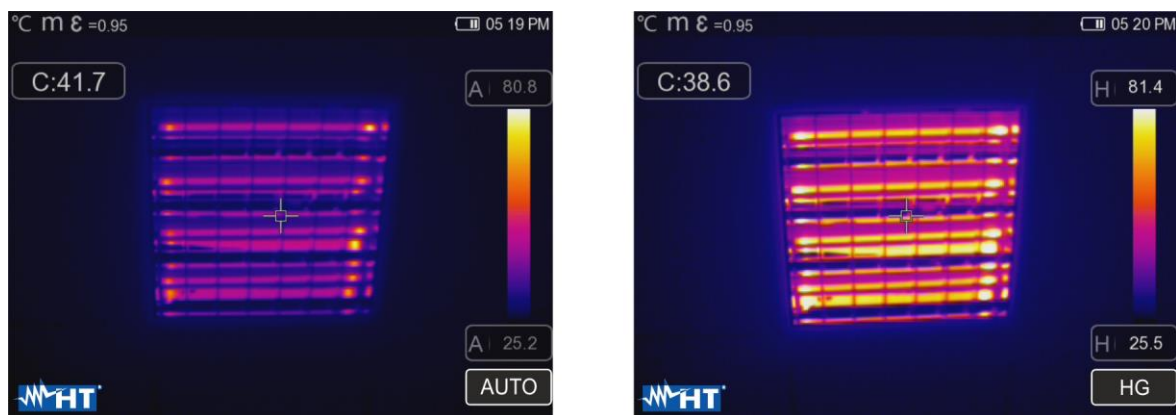

Fig. 42: Configuración modos Automático e Histograma
- Modo **Histograma (HG)** → los niveles mínimo y máximo de temperatura del objeto encuadrado en el visualizador son siempre definidos automáticamente por el instrumento, como en el modo Auto, pero en tal caso se resaltan particularmente las zonas de la imagen en las cuales los valores de las temperaturas son muy distintos de las zonas adyacentes. La relación entre la temperatura y el color de la paleta es no **lineal** en base a un algoritmo de histograma. Este modo enfatiza la visualización de la imagen en ambientes de trabajo muy oscuros
1. Pulse la tecla  o bien toque el icono “AUTO” presente en la parte inferior derecha del visualizador. Las pantallas de Fig. 42 muestran las selecciones de los modos “AUTO” y “HG”